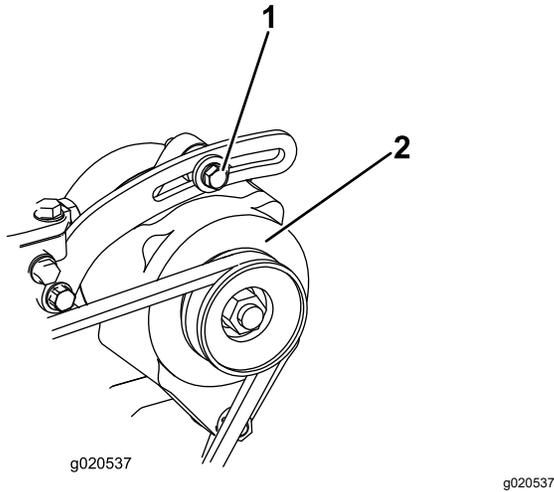

図 64
1. たわみが 10 mm でない場合には、オルタネータ取り付けボルトをゆるめる 図 64。